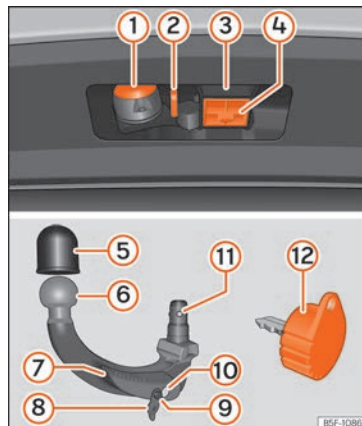

Abb. 291 Halterung der Anhängervorrichtung / abnehmbaren Kugelkopf / Schlüssel
Legende zu »» **Abb. 291**
- Den Verschlussdeckel der Hakenaufnahme (4) »»» **Abb. 291** nach unten abnehmen.